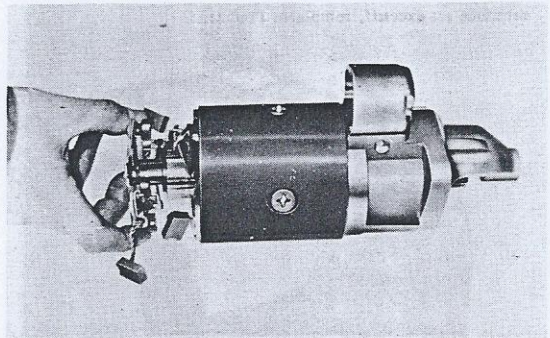

Fig. 6-5 Dépose du porte-balais
5. Retirer les balais du porte-balais et déposer le porte-balais de l'axe d'induit (Voir Fig. 6-5)
7. Déposer l'axe fixe de fourchette de lanceur et déposer le tampon de caoutchouc (1) et la plaque (2) du carter de lanceur.